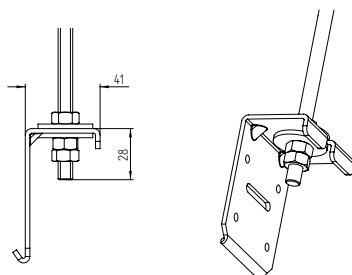

Fig.4a
6. Kontrollér, at enheden er korrekt placeret vandret, og drej reguleringsmøtrikkerne efter behov (Fig.4a), og se efter, at opsætningen er stabil.